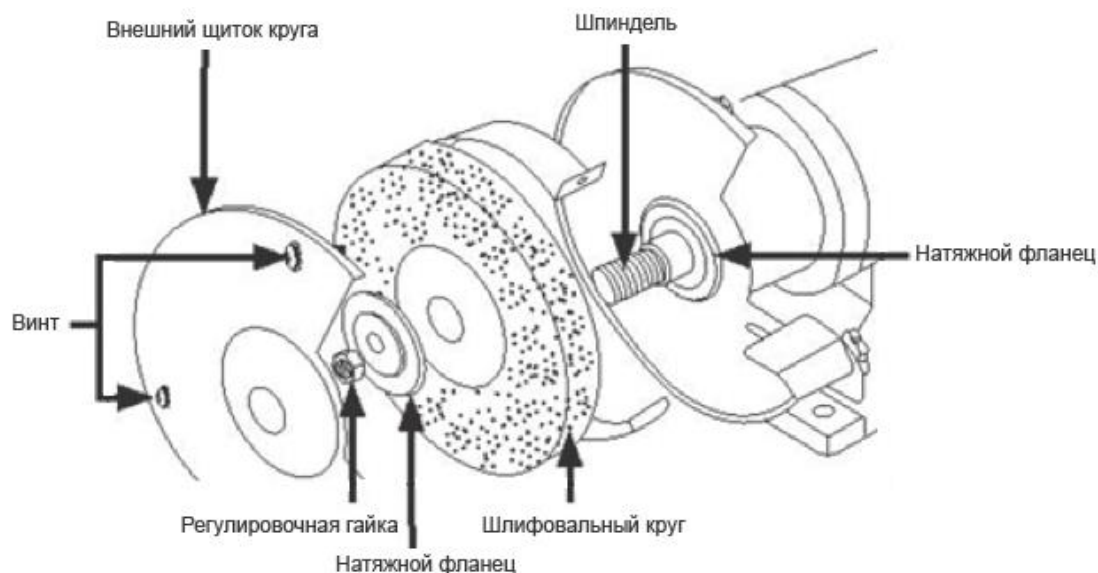

Рис. 4
2. Демонтируйте прозрачный экран (4), искрогаситель (5) и внешний щиток круга (6).
3. Чтобы снять щиток круга, открутите три винта на его внешней стороне при помощи крестовой отвертки (Рис. 4).
4. Ослабьте внутреннюю регулировочную гайку с помощью гаечного ключа 19 мм. Снимите гайку и натяжной фланец (8).